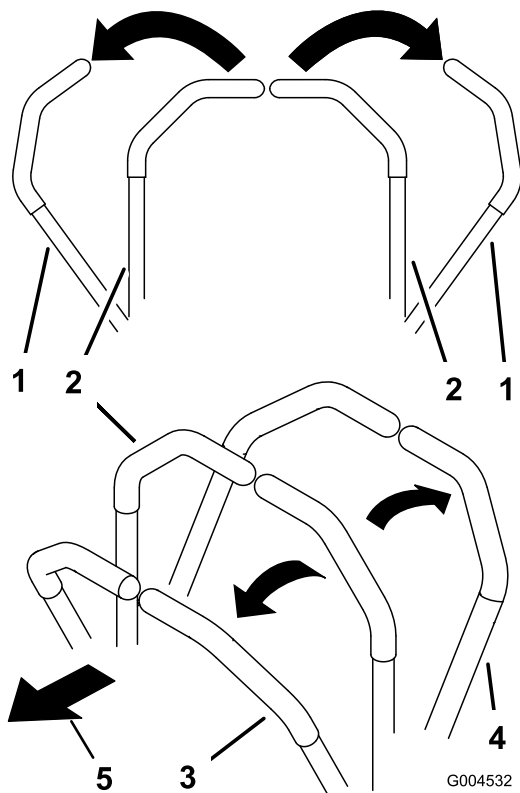

Figure 21
1. Placez les poignées de commande en position de verrouillage du point mort (Figure 21).